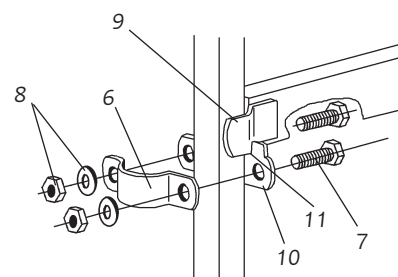

Abb.5 Anschlag mit
2.4 Am Anschlagpunkt (Abb.5) die Rohrschellenhälfte (10) so anhalten, dass die Anschlaglasche (9) hinter der Einrastsicherung (11) sitzt, dann mit Rohrschellenhälfte (6), Schrauben (7), U-Scheiben und Muttern (8) anschrauben (Anzugsmoment 30 Nm).